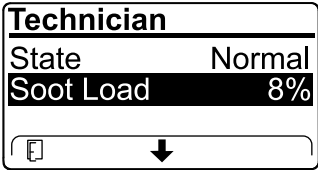

Figure 46
- Affichez la charge de suie mesurée dans le FAP sous forme d'un pourcentage (Figure 46) ; voir le tableau de charge de suie.